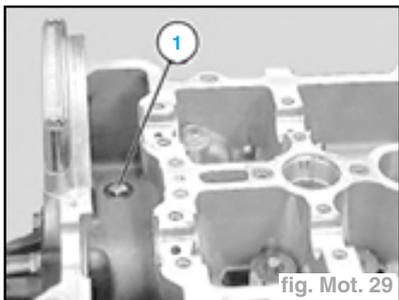

fig. Mot. 29
- la vis (1) entre le couvercle de carter et la culasse (fig. Mot. 29),
- la vis (1) avec un joint neuf (fig. Mot. 29),